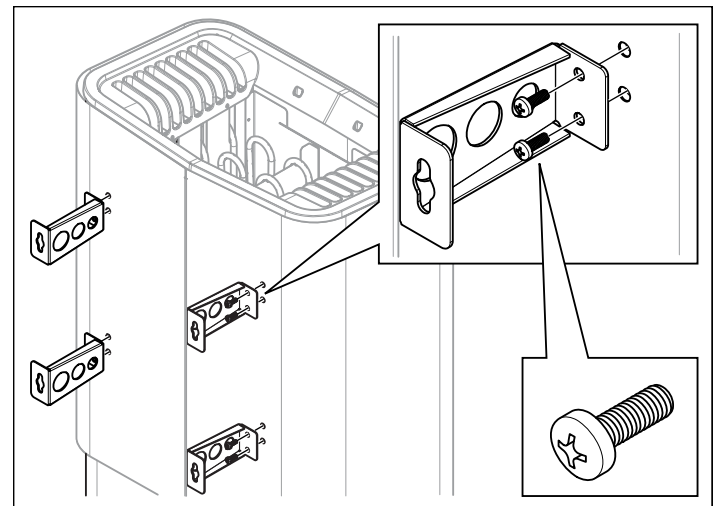

Рисунок 12: Крепление кронштейнов к нагревателю
6. Открутите первые два винта на задней стороне нагревателя и прикрутите один из четырех кронштейнов. Повторяйте процедуру для установки всех остальных кронштейнов (см. Рис. 12).